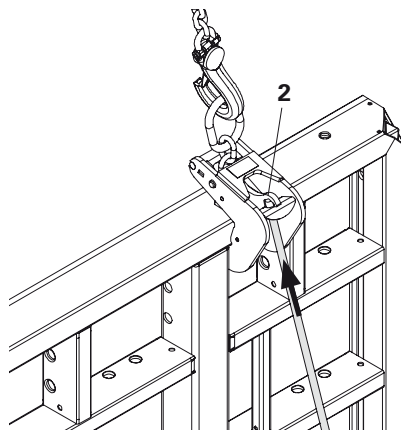

Fig. 7
1. Skyv et DW stag eller bord i klempakningens åpning (2). Fig. 7